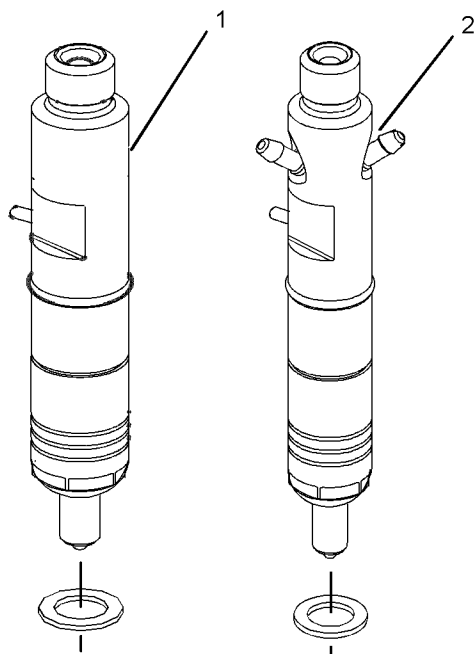

Рис. 43
Топливная форсунка (1) на рис. 43 не имеет возвратного топливопровода. Топливная форсунка (2) снабжена возвратным топливопроводом.